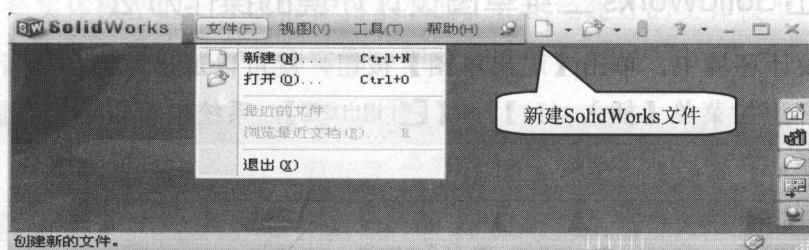

图 2-1 进入到【新建 SolidWorks 文件】
- (1) 在如图 2-1 所示的 SolidWorks 启动后的界面中，单击下拉菜单【文件】→【 新建(N)... Ctrl+N】或直接单击 \square 进入到【新建 SolidWorks 文件】对话框。